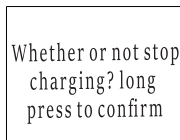

Fig.3
5.3.1 Um das Gerät im Notfall abzuschalten, halten Sie bitte © 3 Sekunden lang gedrückt (Abb. 3), und halten Sie dann © zur Bestätigung erneut gedrückt, um den Ladevorgang zu beenden.